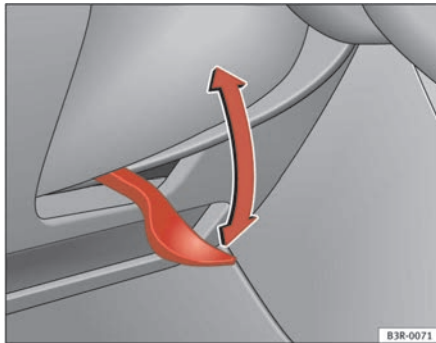

Abb. 137 Hebel unter der Lenksäule
- Schwenken Sie den Hebel ⇒ Abb. 137 nach unten ⇒ ⚠.